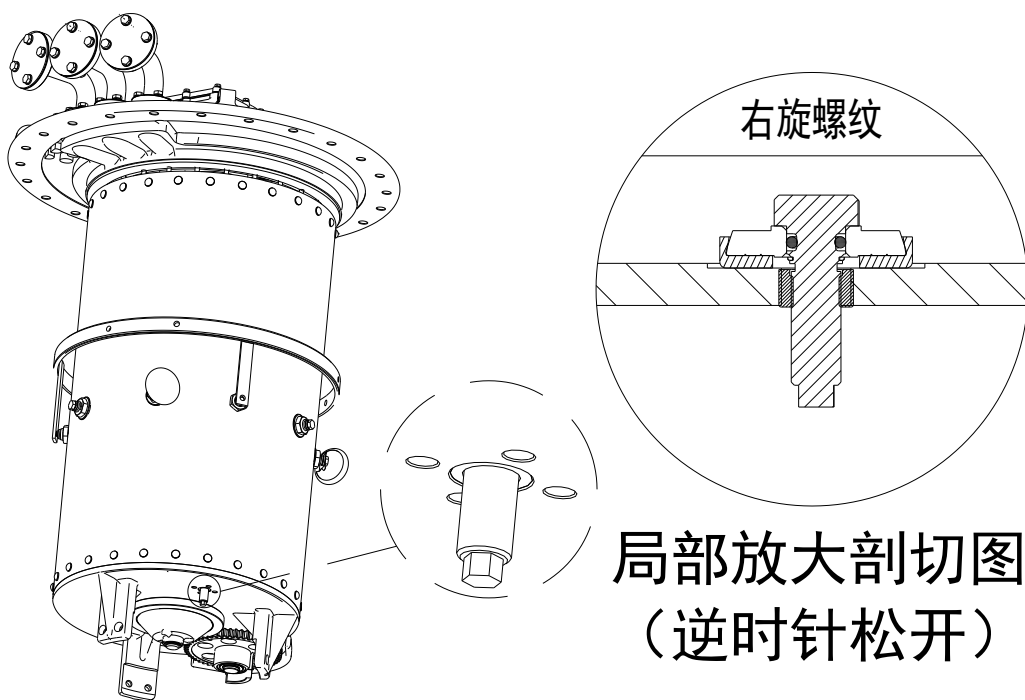

图 7-2 放油螺栓（示意图）
- ✓ 逆时针方向转动松开在开关油室底和分接选择器机构之间的放油螺栓（见图 7-2）。